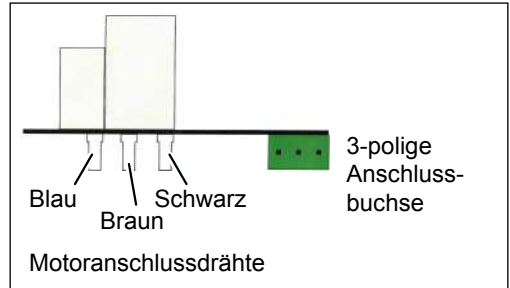

Abb. 24: Motorplatinen MEL-4K 30, 60, 90, 100 und MEL-4K 30/60, 30/90
- ▶ Schließen Sie die Motoranschlussdrähte gemäß Abb. 24 an die Motorplatine an.